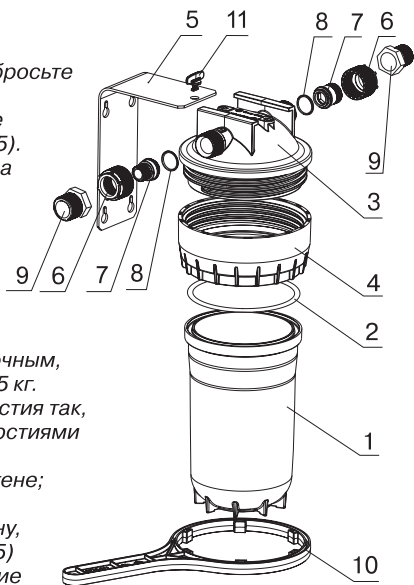

Рис. 1
#### водоочистителя (рис. 1)
- отсоедините быстроразъемные соединения, отвернув накидные гайки (6);
- снимите водоочиститель (с кронштейном (5) или без него) и слейте из водоочистителя излишки воды;
- отверните гайку (4) с помощью пластикового ключа (10), снимите стакан (1) и выньте фильтрующий модуль;
- промойте водой внутренние поверхности крышки (3), стакана (1) и резиновое кольцо (2);
- соберите водоочиститель, накрутив гайку (4) на крышку (3);
**ВНИМАНИЕ! Важно не перепутать вход и выход водоочистителя. Стрелки на крышке указывают направление течения воды (рис. 1). При вращении накидных гаек (6) нельзя применять какие-либо инструменты и прилагать значительные усилия.**
- соберите быстроразъемные соединения, завернув до упора накидные гайки (6);